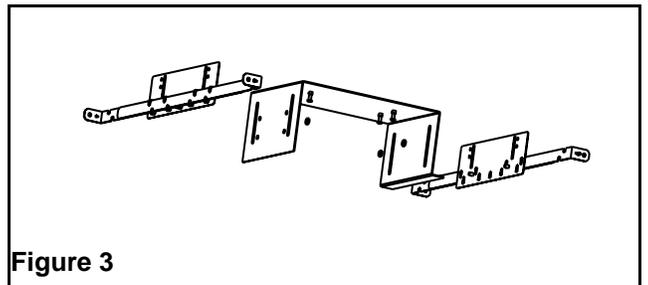

Figure 3
Installation du support en " U " sur une structure de barres en " T " (Figures 3, 4 et 5)
- Les supports de réglage que vous trouverez dans l'ensemble de quincaillerie doivent être posés de chaque côté du support en " U " à l'aide des vis encastrées et des écrous. Ne pas resserrer les vis (voir Figure 3).